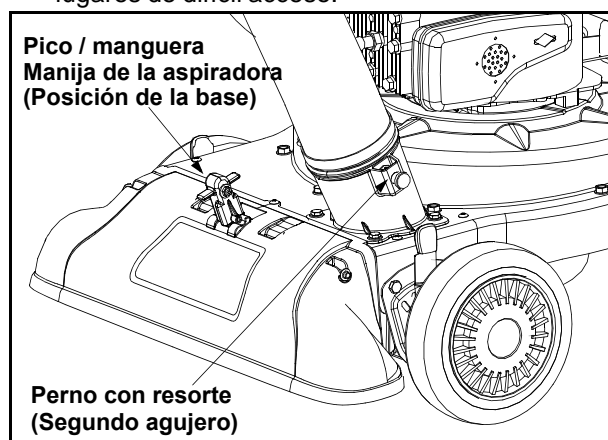

Figura 11
- Coloque la manija del pico / manguera de la aspiradora en la posición de la base del pico para volver a dirigir la aspiración al montaje de la manguera. Ver Figura 11.
Puede ajustar el pico en seis posiciones que varían desde 5/8" a 4 1/8" de distancia del suelo. Debe ajustar la altura del pico según las condiciones. Mueva las palancas para ajustar la altura hacia adelante o hacia atrás para ajustar el pico hacia arriba o hacia abajo. Ver Figura 11.